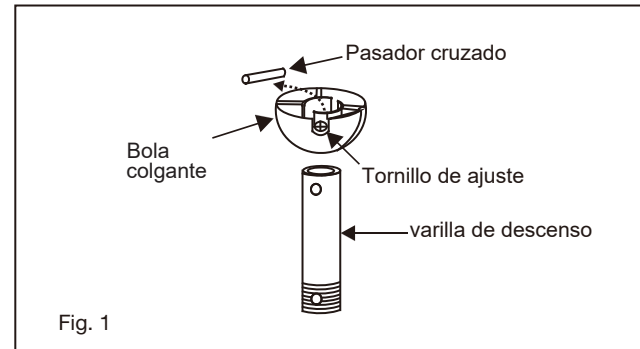

Fig. 1
1. Inserte el controlador en el soporte de montaje en techo con el lado plano del controlador mirando hacia el techo (Fig. 1). Para obtener el mejor rendimiento, asegúrese de que la antena negra y la antena WIFI, en el extremo del controlador, permanezcan extendidas y no enredadas con ninguno de los cables eléctricos.